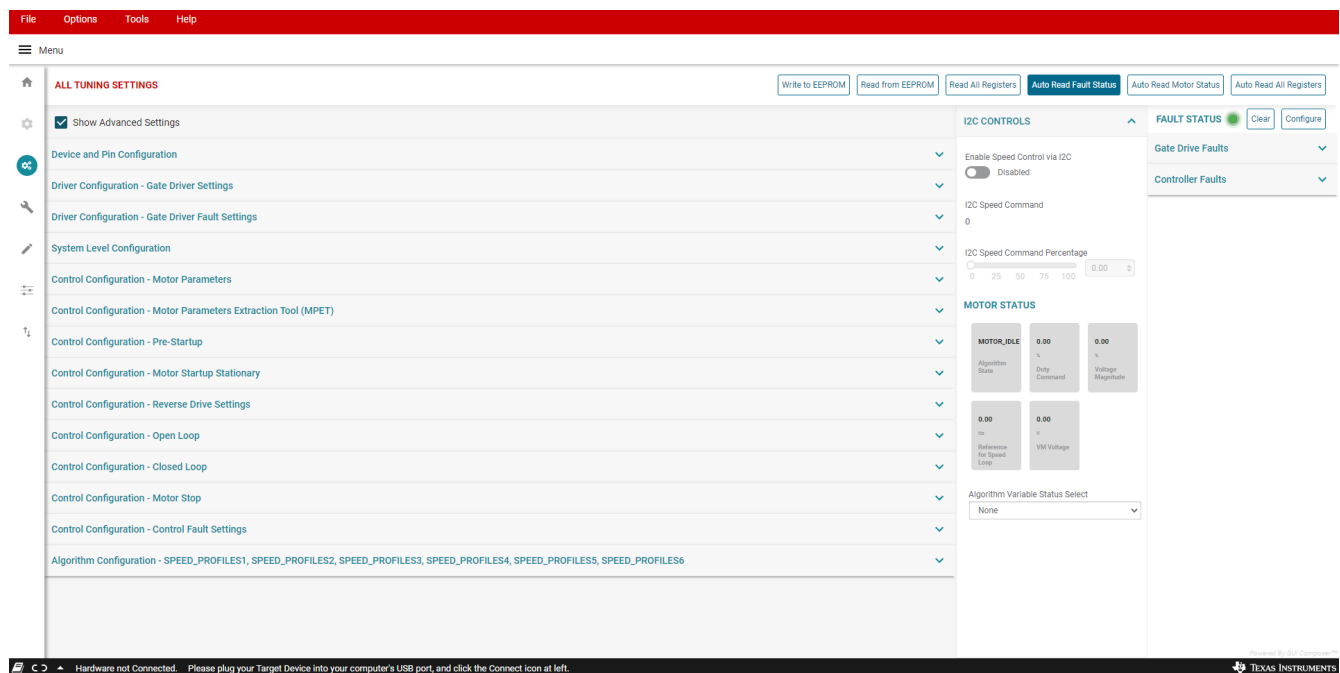

图 3-1. 故障状态
- b. 通过单击右侧的“Fault Status”侧面板中的“Clear”按钮，清除故障状态寄存器，如图 3-1 所示